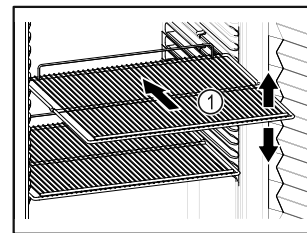

Fig. 56
- Se è possibile spostare i ripiani Fig. 56 (1), regolarli in altezza.